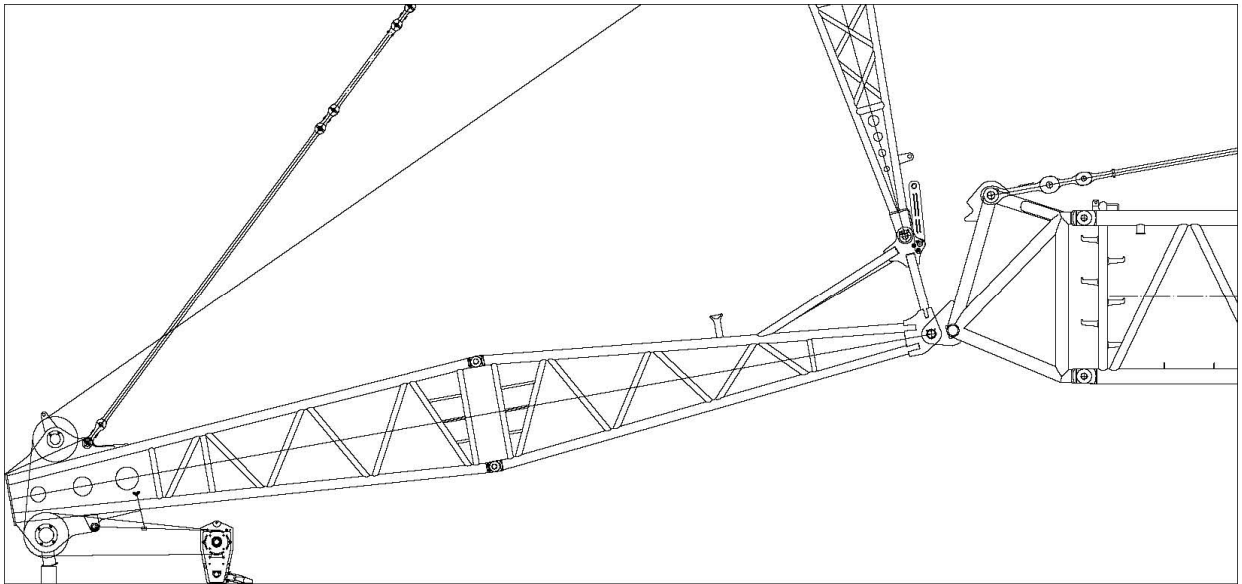

图2.16.1
1. 将主臂吊钩放在固定副臂臂头的旁边（图 2.16.1）。